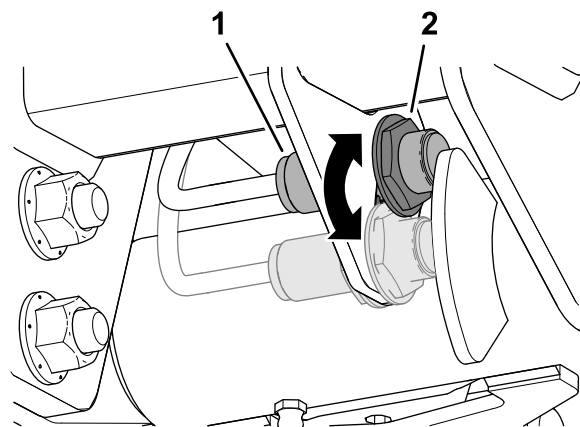

Figura 93
3. Slăbiți contrapiulița care fixează comutatorul braului de ridicare pe plăcuța cu comutatoare (Figura 93).